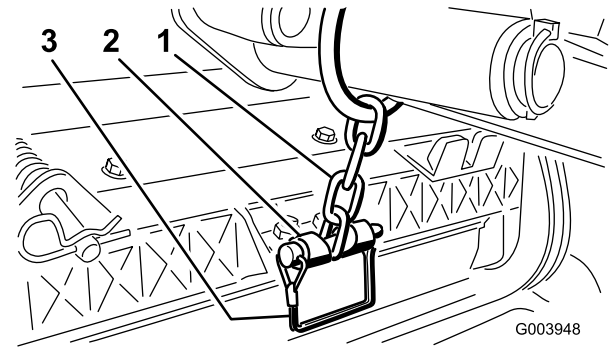

図 13
12. スナッパピンを使って、昇降アームのチェーンを昇降アームに固定する (図 13)。カッティングユニットのオペレーターズマニュアルに従って、決められたリンクを使用すること。